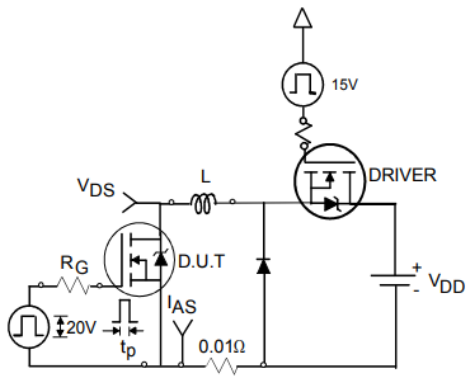

Fig 12a. Unclamped Inductive Test Circuit
| $I_{AR}$                          | Avalanche Current ①                                        | See Fig.12a,12b,15,16 | A     |
3. 如下公式基于图 12a、12b 所示的电路和波形。